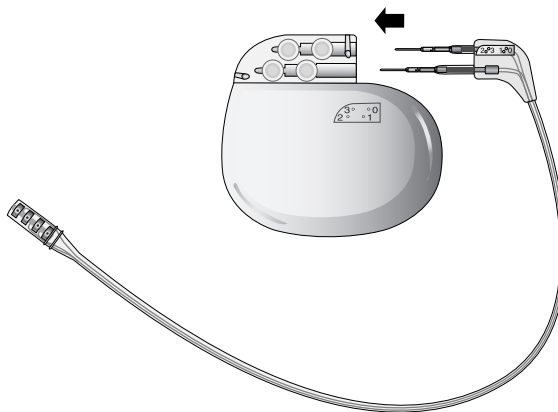

Figura 1. Inserimento completo dei piedini del connettore dell'estensione nel neurostimolatore.
3. Inserire i piedini del connettore dell'estensione nella presa appropriata del neurostimolatore fino a posizionarli completamente nel blocco connettore (Figura 1). Se si riscontra resistenza durante l'inserimento dei piedini del connettore, utilizzare un cacciavite torsiometrico (incluso nella confezione del neurostimolatore) per retrarre le viti d'arresto.